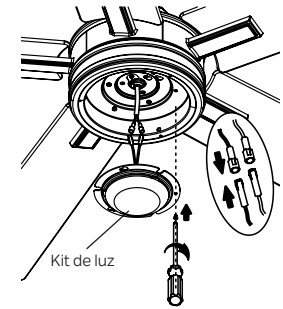

Figura 23
Paso 2. Conecte los dos conectores de una clavija del kit de luz a los dos conectores de una clavija del conjunto del motor. Conecte el cable negro y el cable blanco con el cable blanco. Coloque los dos orificios de la ranura del kit de luz sobre los dos tornillos que se aflojaron previamente de la placa de luz. Gire el kit de luz hasta que encaje en su lugar en el extremo estrecho de los orificios de llave. Apriete firmemente los dos (2) tornillos que aflojó anteriormente y el que quitó anteriormente. (Figura 23)